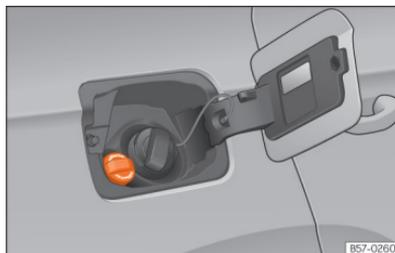

Abb. 206 Verschlussdeckel des AdBlue®-Tanks
- Öffnen Sie die Tankklappe  (Abb. 206).
- Verschlussdeckel SCR-Einfüllstutzen nach links drehen »» (Abb. 206).